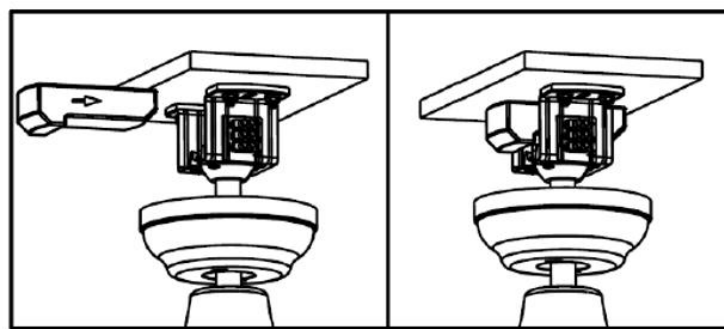

Fig. 7a
1. Inserte el receptor en el soporte de montaje con la parte plana del receptor mirando hacia el techo. (Fig. 7a)